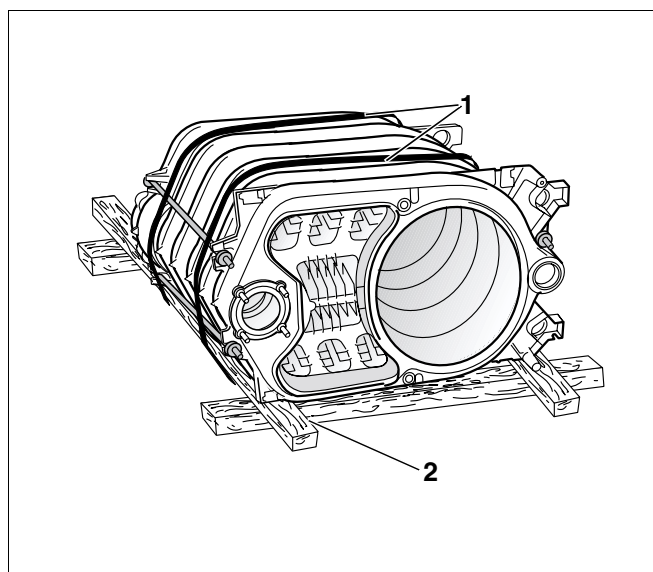

Fig. 34 Bloc de cazan pe palet
- Tăierea (Fig. 34, **Poz. 1**) benzilor de siguranță.
- Paleții (Fig. 34, **Poz. 2**) se îndepărtează înainte de amplasare.